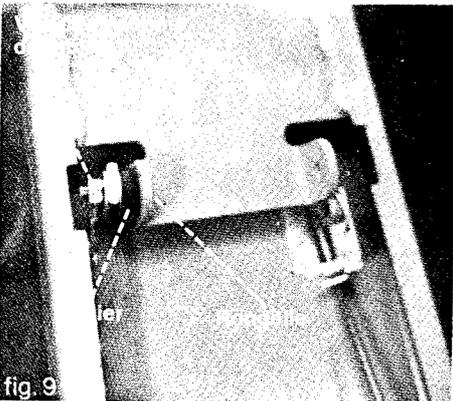

fig. 9
- a. placer la rondelle de caoutchouc et une rondelle plate sur le boulon soudé du panneau (fig. 9)
- b. engager le trou arrière du levier de vitesse sur le boulon soudé (fig. 9)
- c. mettre l'autre rondelle plate sur le boulon et serrer avec l'écrou hexagonal (fig. 9).